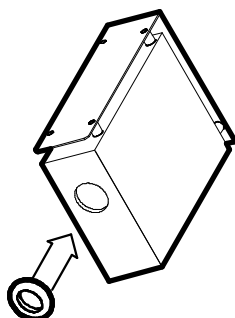

図10
- ① データ処理装置の電源を切り（OFF）ます。
- ② 付属の防虫用ゴムキャップを測定部の投・受光部に取り付けてください。（図10）もし防虫用ゴムキャップが外れそうな場合は、テープ等で固定してください。
- ③ 基準板のペグを抜いて取り外します。この時、次期測定時に基準板を設置するための目印になるように杭などを打ち込んでおいてください。取り外した基準板を水洗いして、次期測定時まで格納しておいてください。